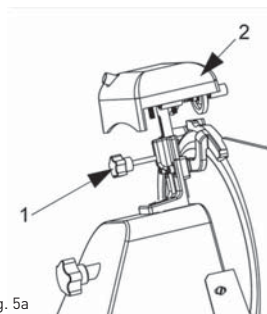

Fig. 5a
- Dévissez le bouton de réglage (pos.1, Fig.5a), soulever l'affûteuse à la position (pos.2, Fig.5a) dans laquelle elle sera bloquée et tournez de 180°.